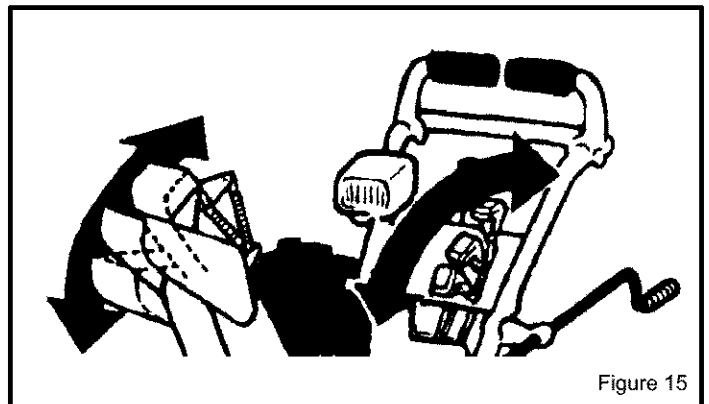

Figure 15
2. Régler le déflecteur de la goulotte. Pousser le levier de commande du déflecteur à distance pour éjecter la neige en hauteur et à distance, et tirer le déflecteur de la goulotte à distance en arrière pour éjecter la neige vers le bas (voir Figure 15).